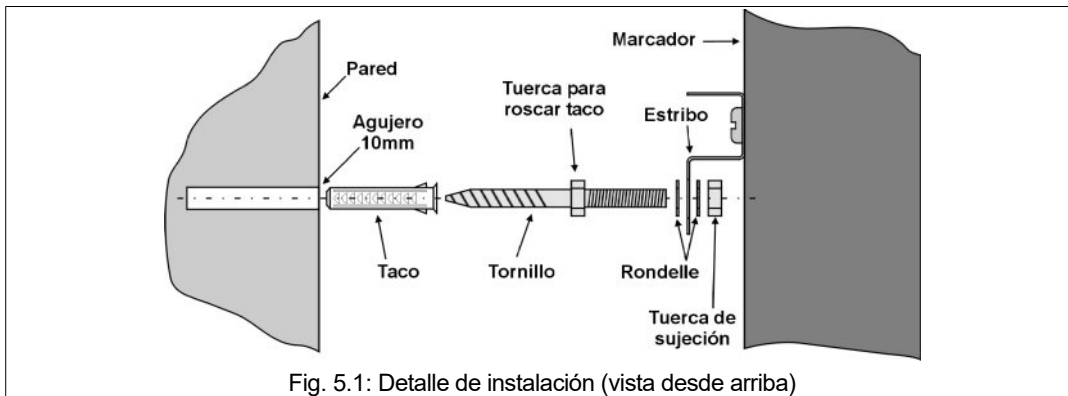

Fig. 5.1: Detalle de instalación (vista desde arriba)
2. Meta los tacos en los agujeros y rosque los tornillos usando una llave de 13 mm (véase la Fig. 5.1) sobre las tuercas; luego, introduzca las arandelas.